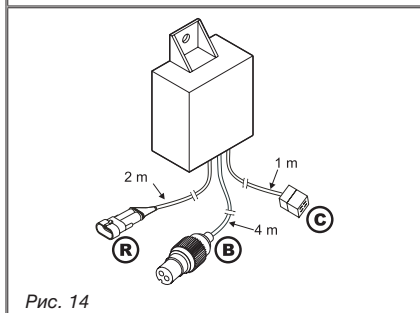

Рис. 14
- Осуществите соединение электропроводок, как указано на Рис. 14: